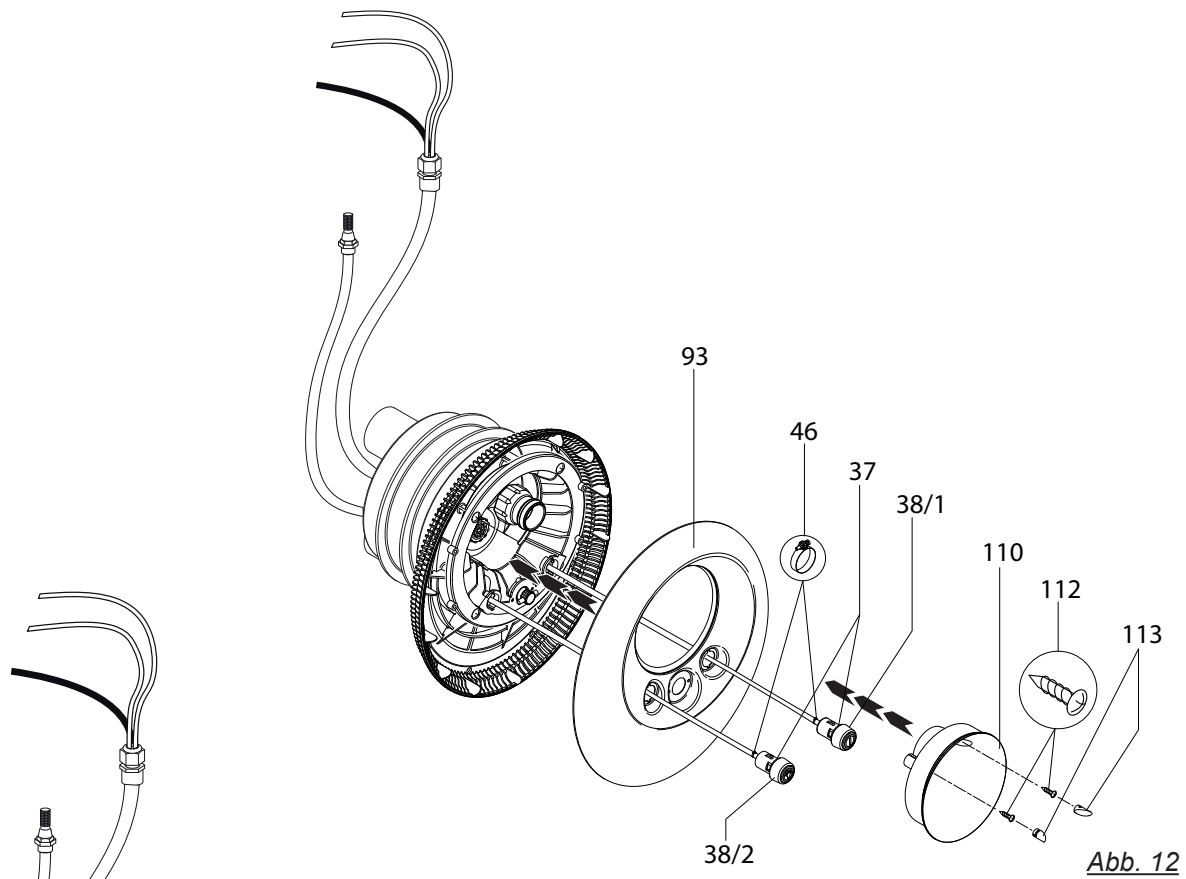

Abb. 12
8. Pneumatikschläuche durch die Öffnungen in der Edelstahlblende (93) föhren (Licht EIN/AUS links; Pumpe EIN/AUS rechts) und an den entsprechenden Tastern mit den Schlauchklemmen (46) befestigen. (Abb. 12)